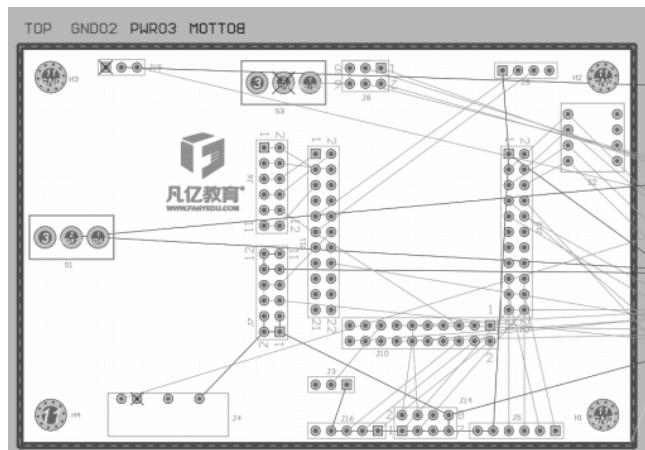

图 14-14 PCB 的预布局
(1) 放置好接插的座子及插针器件（按客户要求的结构固定元件），根据元件的信号飞线和先大后小的原则，把大元件在板框范围内放置好，完成 PCB 的预布局，如图 14-14 所示。